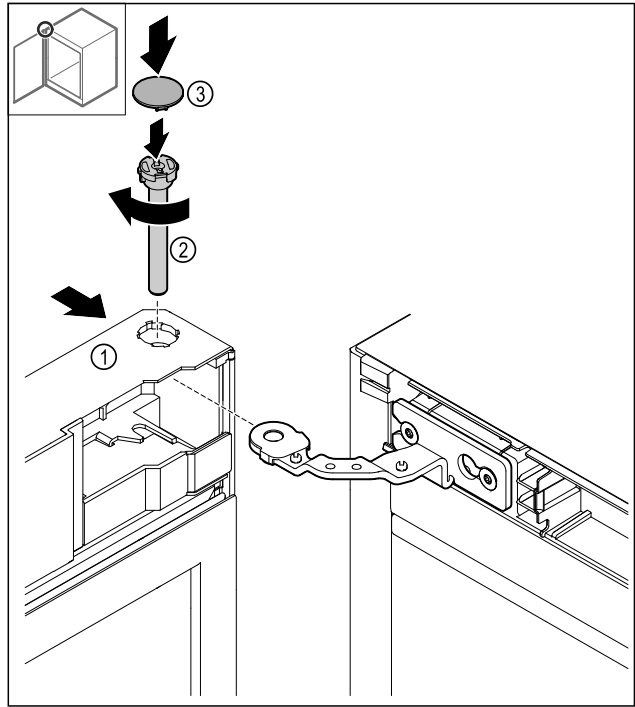

Fig. 41
- Tür Fig. 41 (1) oben auf das Scharnier schieben.
- Bolzen Fig. 41 (2) einstecken und im Uhrzeigersinn festdrehen.
- Abdeckung Fig. 41 (4) aufsetzen.